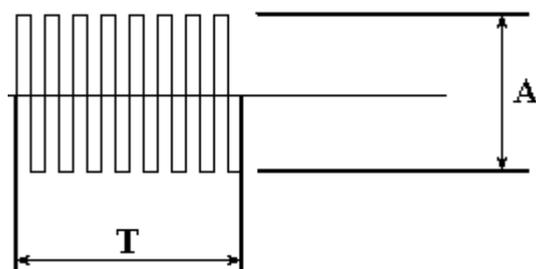

Рис. 23. Определение частоты следования пачек импульсов
14.3.1.4 Измерить по ЭЛТ осциллографа размах А (**Рис. 23**) импульса возбуждения от одного выхода (7 или 8) генератора относительно общей точки. Данное значение соответствует амплитуде импульса возбуждения, измеренного между двумя выводами генератора.
14.3.2.4 Измерить по ЭЛТ осциллографа С1-99 длительность T (с) пачки импульсов возбуждения как показано на (**Рис. 23**) и определить количество периодов (N) в пачке. Рассчитать частоту импульсов возбуждения F , Гц по формуле: $F=N/T$.